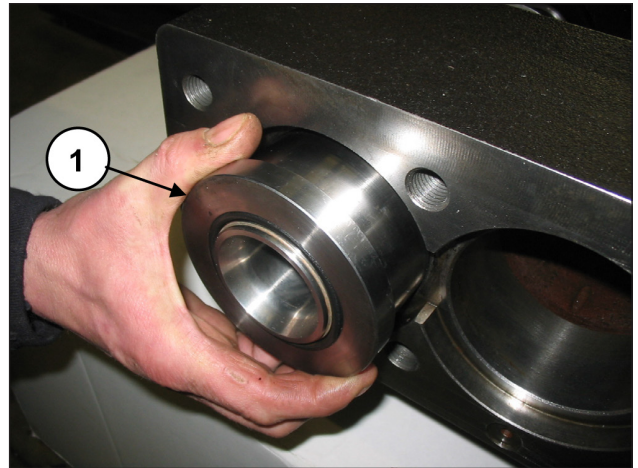

Abb. 142
Schieben Sie die Kolbenführung durch Drehen der Welle soweit vor, dass der mitgetriebene Dorn den Dichtungshalter und die gesamte Kolbenbaugruppe herausdrückt (Pos. ①, Abb. 142).